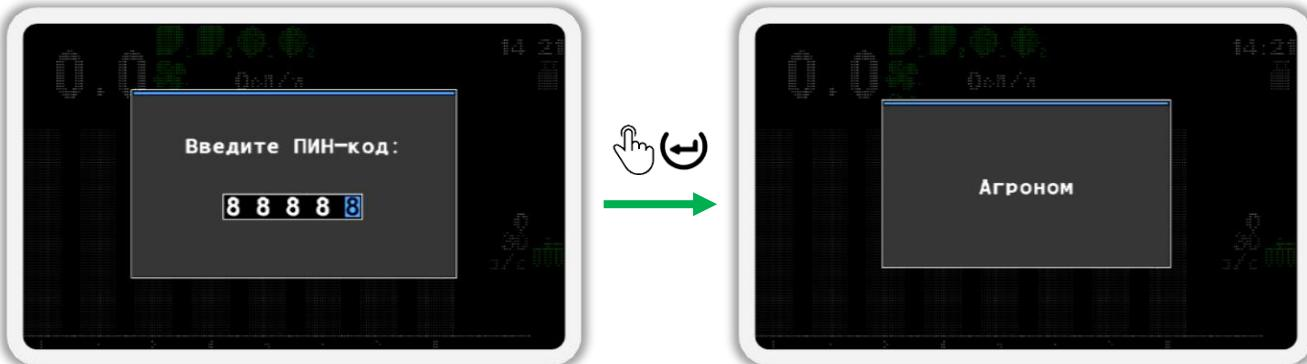

Рисунок 64
- е) После того, как вы введете ПИН-код, нажмите кнопку «Меню». Если код введен правильно, то вы увидите сообщение с надписью «Агроном» (см. Рисунок 64). После этого вы будете автоматически возвращены в меню «Настройки».